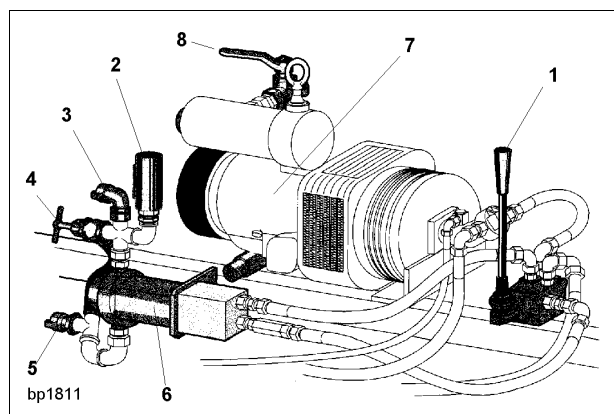

Fig. 1
- Ponga el grifo esférico antepuesto (por ejemplo, 8, Fig. 1) en la posición base:
- Conecte la bomba de agua por medio de la palanca de mando 1 (Fig. 1). La palanca de mando cuenta con encastre: